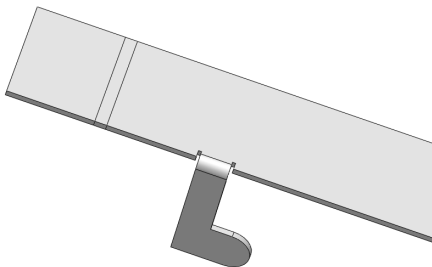

图 13-16 展开钣金特征效果
(2) 单击【确定】按钮, 即可展开钣金特征，如图 13-16 所示。